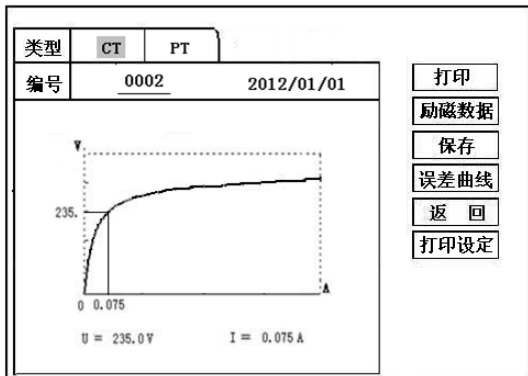

图 6, CT 励磁曲线图
试验时, 光标在“停止”选项上, 并不停闪烁, 测试仪开始自动升压、升流, 当测试仪检测完毕后, 试验结束并描绘出伏安特性曲线图 (如图 6)。
试验结束后，屏幕显示出伏安特性测试曲线（见图 6）。该界面上各操作功能如下：
**误差曲线**：在图 6 的界面中，将光标移至“误差曲线”选定后，屏上将显示伏安特性试验的误差曲线的设置（见图 8）。选定后计算出的误差曲线如图 9。